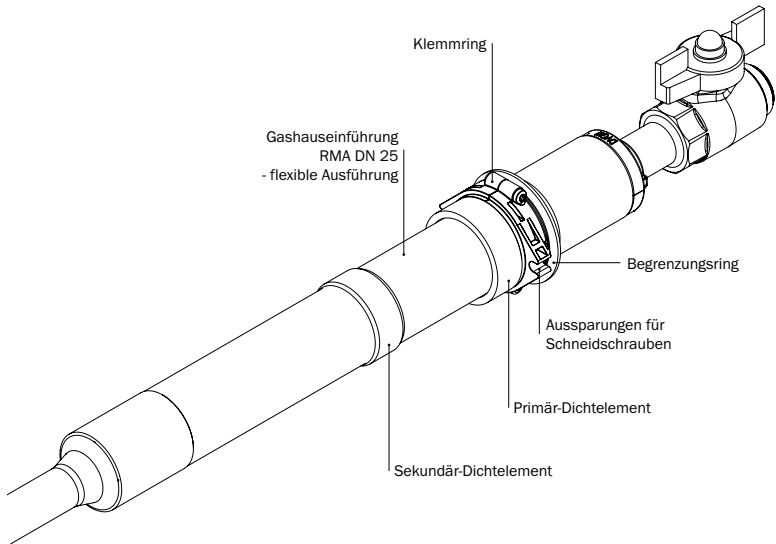

Abbildung 5.8: Montageset Verdreh- und Ausreißsicherung für RMA Gashauseinführung DN 25 (flexible Ausführung)
5.3. Installation - flexible Ausführung (s. Abbildung 5.8)